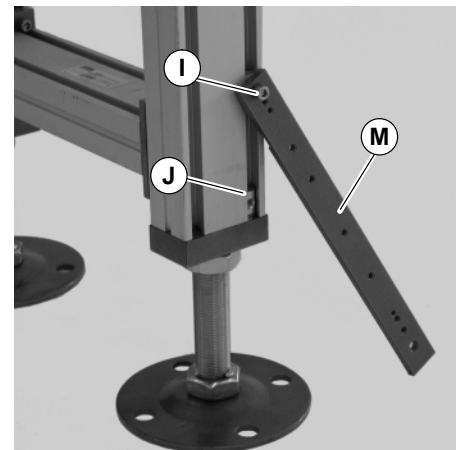

Abbildung 10
2. Das obere Loch der Montageleiste (M siehe Abbildung 10) an der T-Mutter mit der Schraube lose befestigen (I). Die zweite T-Mutter (J) in den T-Schlitz installieren.